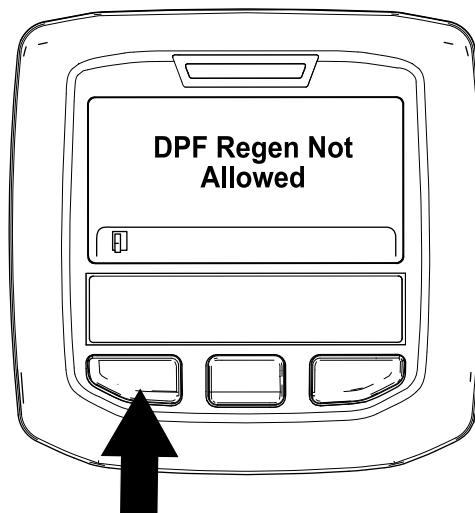

図 45
- 再生不許可の場合には DPF Regen Not Allowed と表示される図 45。左ボタンを押してホーム画面に戻る。